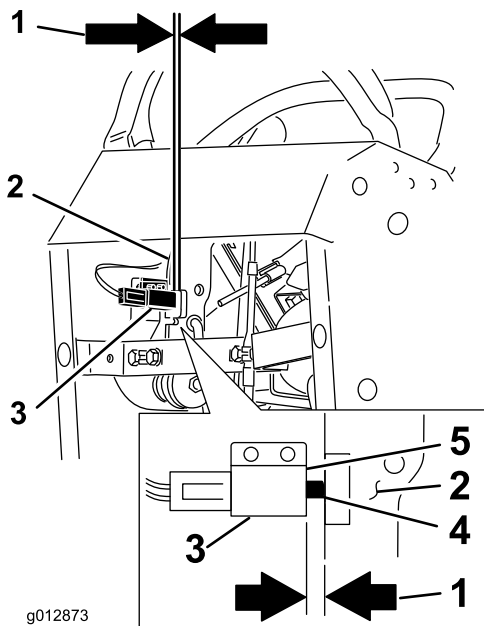

Figure 65
12. Vérifiez l'écartement entre le levier de frein et la face de l'interrupteur comme illustré à la Figure 65. L'écartement doit être de 3 mm quand le frein est serré.